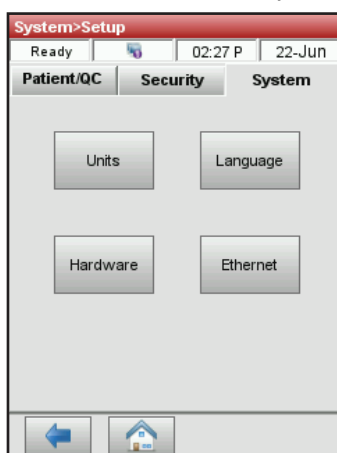

Figure 25. Gestion du système > Écran de configuration
2. Dans l’onglet Systèmes, appuyez sur **“Matériel”** (Figure 25).